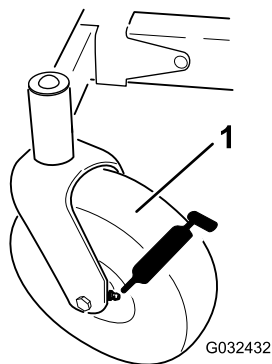
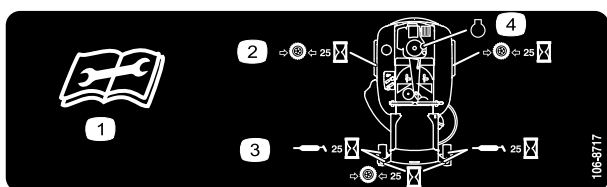

Figure 29
Figure 30
- Nettoyez les graisseurs (Figure 29 et Figure 30) à l'aide d'un chiffon.
- Raccordez une pompe à graisse à chaque graisseur (Figure 29 et Figure 30).